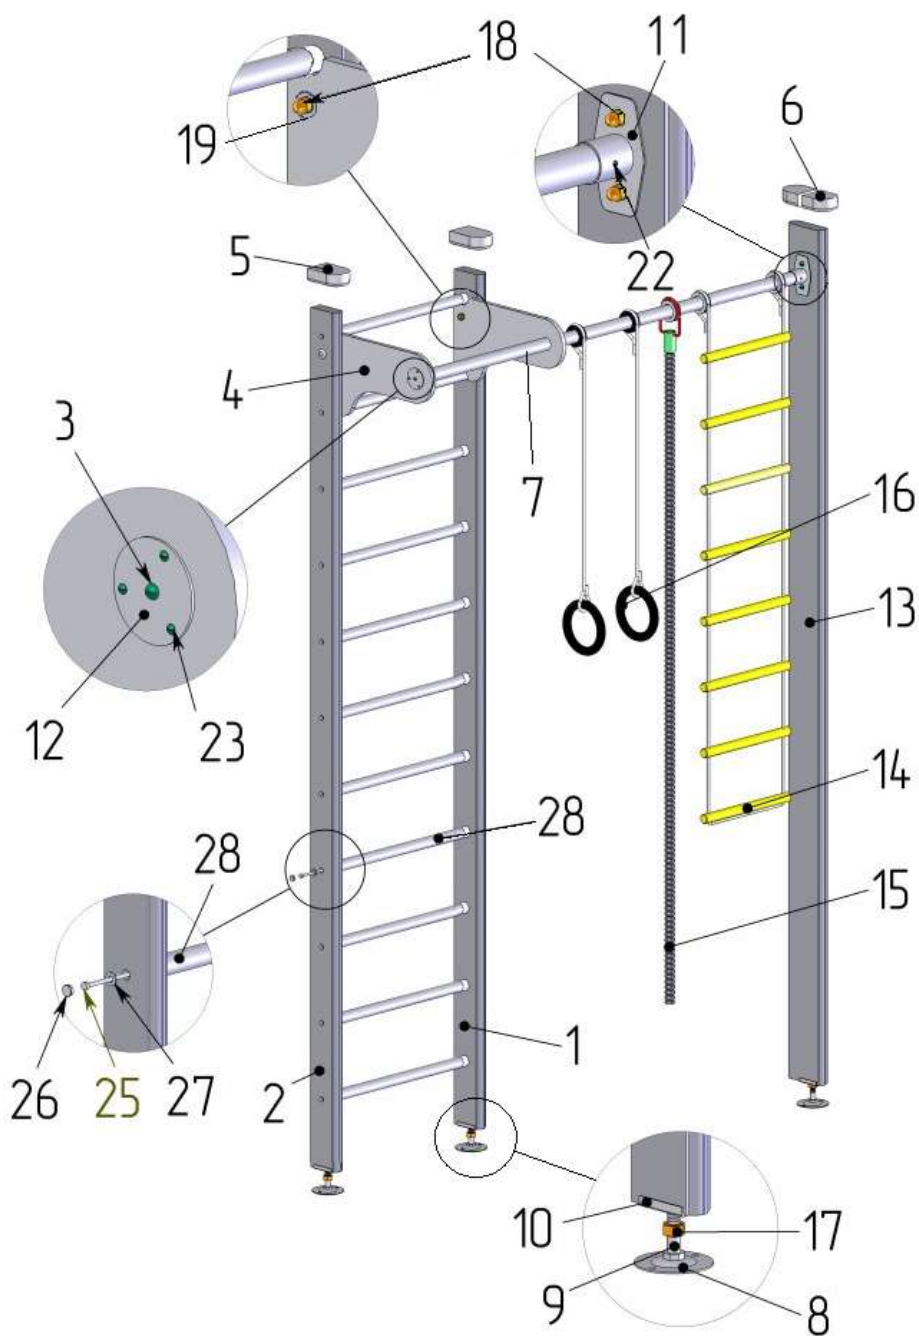

рисунок 1
6.3. *Сборка лестницы* (рисунок 1,3). Вставить *поперечины* (№28) в соответствующие отверстия *стоек* (№№1,2). Ключом (№29) с помощью *саморезов* (№25) через *шайбы* (№27) закрепить *поперечины* (№28) к *стойкам* (№№1,2). Установить *декоративные заглушки* (№26).
6.4. *Сборка навесного оборудования* (рисунок 1,2). Собрать *навесное оборудование* (№№13,14,15) и закрепить на *перекладине* (№7) с помощью *катушек* (№24). Веревочные узлы надежно затянуть.
6.5. *Установка Комплекса враспор между потолком и полом* (рисунок 1,4). *Саморезами* (№22) закрепить *подпятники* (№ 10) на нижних торцах *стоек* (№№1,2,13) по имеющимся отверстиям. На *винтовые домкраты* (№9) навернуть до упора *гайки* (№17).